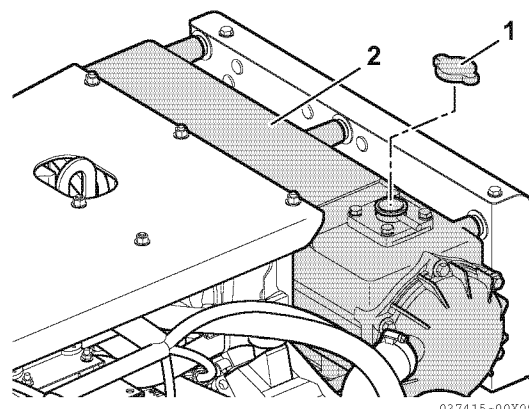

Abbildung 6
2. Füllstutzendeckel (1, **Abbildung 6**) des Kühlmittelbehälters lösen, um den Druck abzulassen, und anschließend Füllstutzendeckel entfernen.
3. Kühlmittel langsam in den Kühlmittelbehälter füllen (2, **Abbildung 6**), um Luftblasen zu vermeiden. Kühlmittel einfüllen, bis dieses am Füllstutzen überfließt.